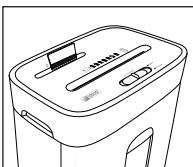

Fig. 8
Inserire la carta di credito centralmente dall'alto nell'apertura di taglio CD/carta di credito ② (vedi Fig. 8) e portare l'interruttore REV/OFF/AUTO/FWD ⑧ su FWD ("forward" [inglese] = avanti).